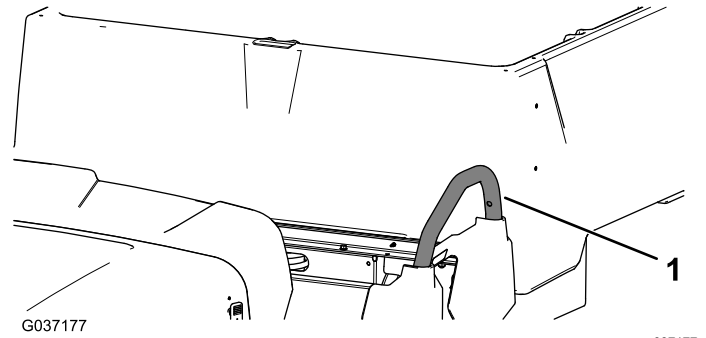

Figura 9
2. Retire los 3 tornillos y las 3 tuercas que sujetan el agarradero izquierdo, y retire el agarradero (Figura 9).
8. Instale el agarradero izquierdo que retiró anteriormente usando los 3 tornillos y 3 tuercas (Figura 9).